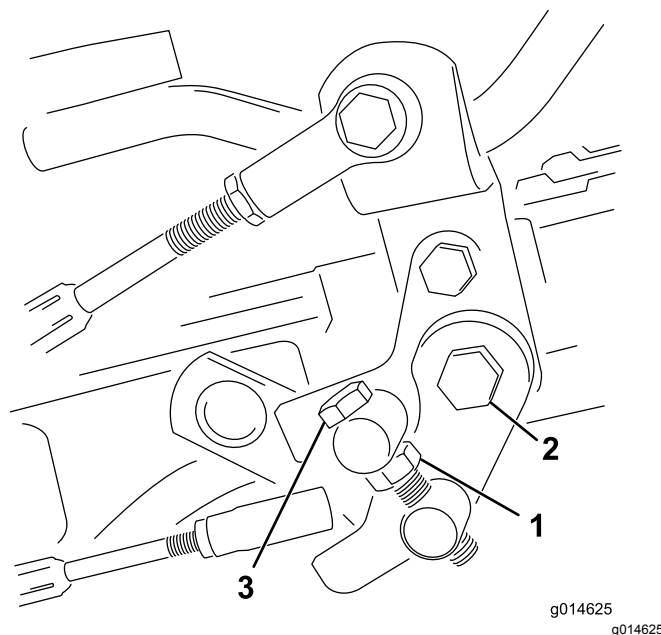

Figure 34
1. Desserrez l'écrou de blocage sur le boulon de tourillon (Figure 34).
4. Serrez l'écrou de blocage sur le boulon de tourillon et l'écrou sur le pivot de la pédale pour bloquer le réglage (Figure 34). Vérifiez le réglage et ajustez-le si nécessaire.